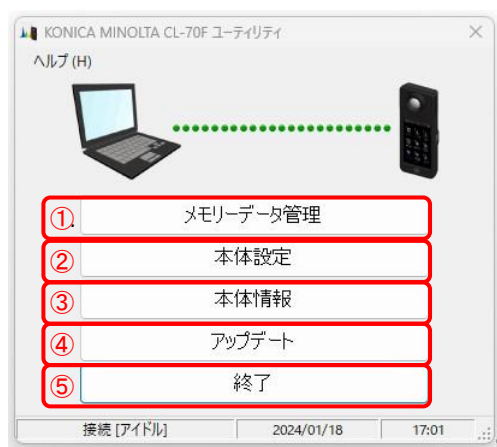

図 10 メイン画面
6.1 節の手順に従って本ソフトウェアを立ち上げると、図 10 のようにメイン画面が表示されます。